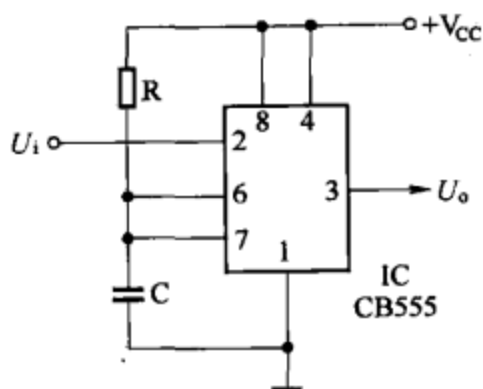

图 7-44
单稳态工作模式常用作定时电路和延时电路，是应用较多的工作模式。典型电路如图 7-44 所示，电阻 R 和电容 C 组成定时电路，时基集成电路的②脚为触发端。
(1) 平时电路处于稳态，时基集成电路输出端 (③脚) $U_o = 0$ ，放电端 (⑦脚) 导通到地，C 上无电压。
(2) 当在时基集成电路输入端 (②脚) 输入一负触发脉冲 $U_i (\leq \frac{1}{3} V_{CC})$ 时，电路翻转为暂稳态， $U_o = 1$ ，放电端 (⑦脚) 截止，电源经 R 向 C 充电。
(3) 当 C 上电压达到 $\frac{2}{3} V_{CC}$ 时，电路再次翻转回复到稳态，暂稳态结束， $U_o = 0$ ，放电端 (⑦脚) 导通将 C 上电压放掉，直至下一次触发。